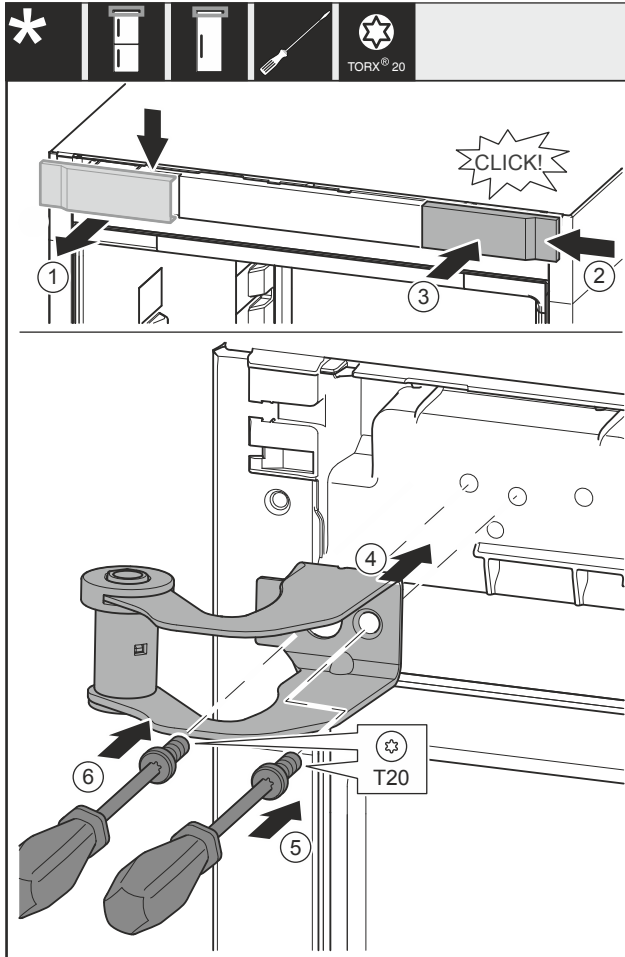

Fig. 20
- ▶ 从上方朝前取下盖板 Fig. 20 (1)。
- ▶ 将盖板 Fig. 20 (2) 旋转 180° 至另一侧从右边挂上。
- ▶ 插入盖板 Fig. 20 (3)。
- ▶ 装上上方的托架 Fig. 20 (4)。
- ▶ 旋紧螺钉 Fig. 20 (5)。
- ▶ 旋紧螺钉 Fig. 20 (6)。